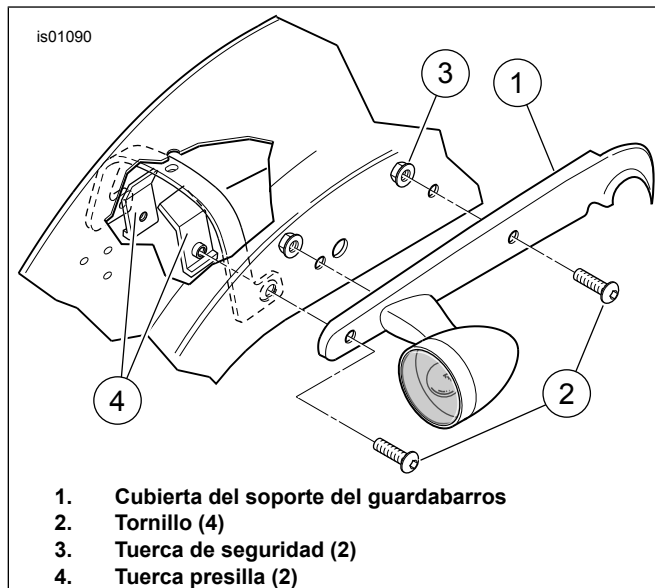

Figura 1. Soporte del guardabarros trasero (se muestra el lado derecho)
1. Vea la Figura 1. Extraiga y deseche el tornillo delantero (2) y la tuerca de seguridad (3) de la cubierta del soporte del guardabarros trasero (1).